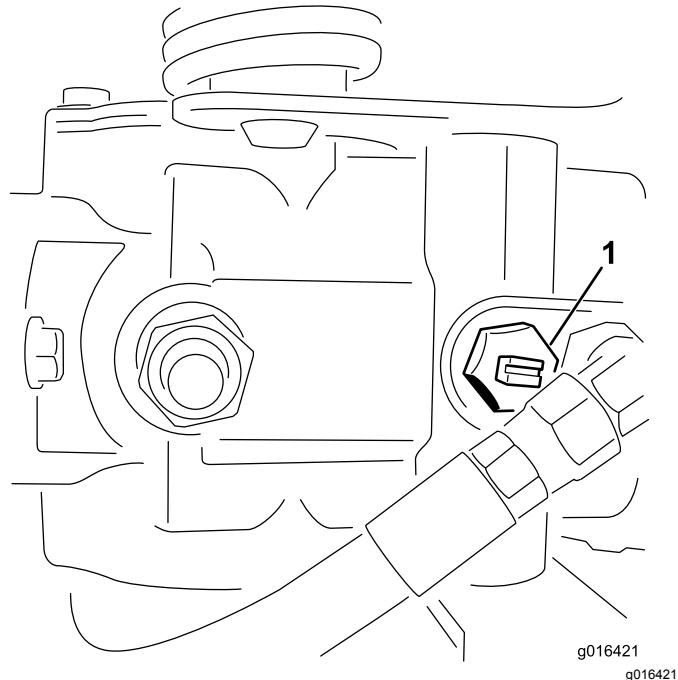

图26
1. 找到泵上的旁通阀逆时针旋转 2 整圈图26。
2. 启动发动机之前将旁通阀顺时针旋转 2 整圈关闭旁通阀 图26。